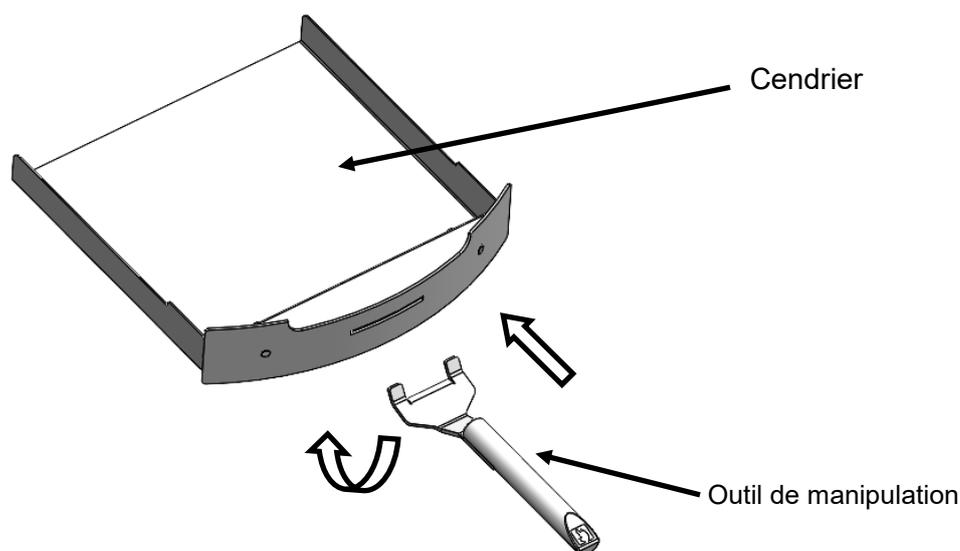

Fig. 7. Cendrier et outil de manipulation
- Insérer l'extrémité de la fourche de l'outil dans le cendrier (voir Fig. 7 au verso).